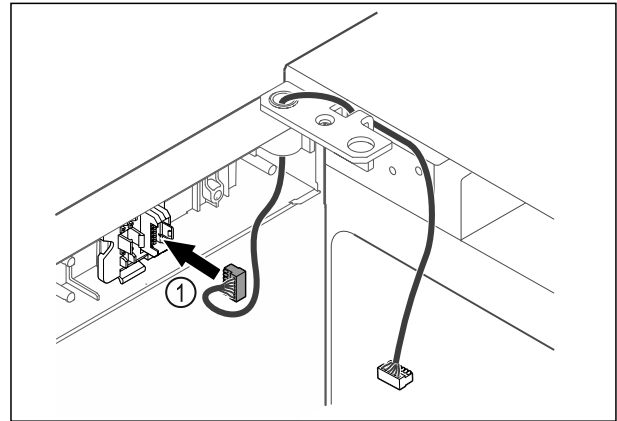

Fig. 42
- ▶ Stecker Fig. 42 (1) in Steckerhalterung einstecken.